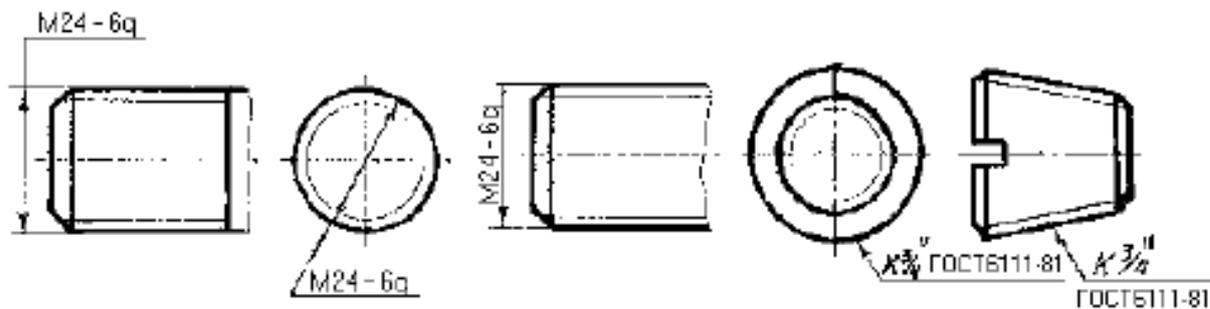

Рисунок 4.1 - Изображение и обозначение резьбы на стержне
1. На стержне – сплошными основными линиями по наружному диаметру резьбы и сплошными тонкими линиями – по внутреннему (см. рисунок 4.1).